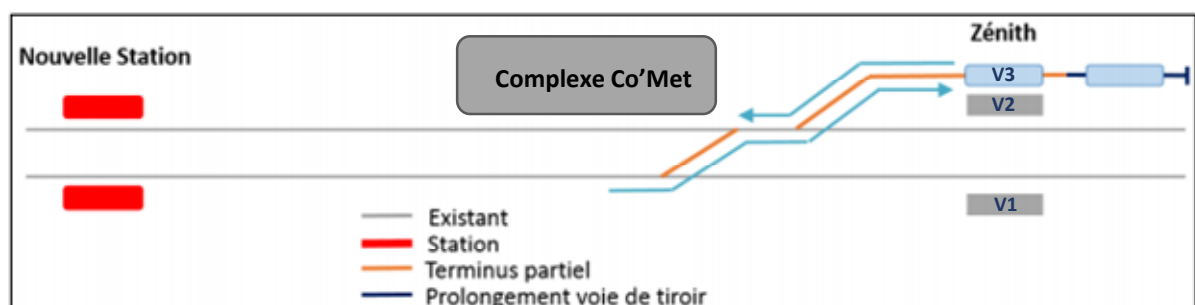

Figure 5 : Schéma simplifié du projet tramway Co'Met. (Source : CCTP)
- D'une part, la création d'une troisième voie de stockage sur la station Zénith appelé terminus partiel. En effet, cette voie pourrait être utilisée lors des grands événements sur le complexe Co'Met afin d'injecter des rames de tramway supplémentaires liés à de grands mouvements de foule. Comme on peut le voir sur le schéma ci-dessous, le quai existant permettra aux individus d'embarquer dans le tramway des deux côtés en voie 2 ou voie 3, tout en stockant une tierce rame derrière en voie 3 afin d'accélérer l'évacuation de la population. (Voir figure 5)
- D'une autre part, la création d'une nouvelle station tramway plus au nord du futur complexe Co'Met. L'objectif est similaire, proposé à la population une nouvelle station afin de diminuer l'affluence à Zénith en répartissant au mieux les flux de personnes. (Voir figure 5)